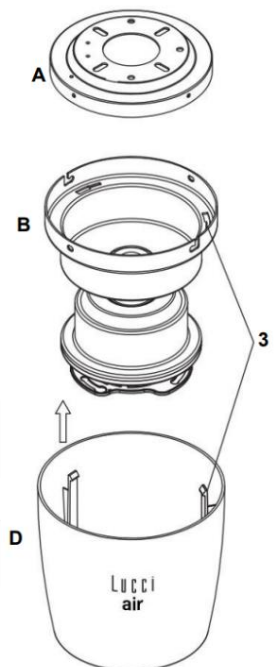

Fig. 9
- 마지막으로 모터 하우징(D)을 모터 모듈(B)에 있는 홈에 맞추어 결합하고 시계 반대 방향으로 돌려 고정 시킵니다. Fig. 9